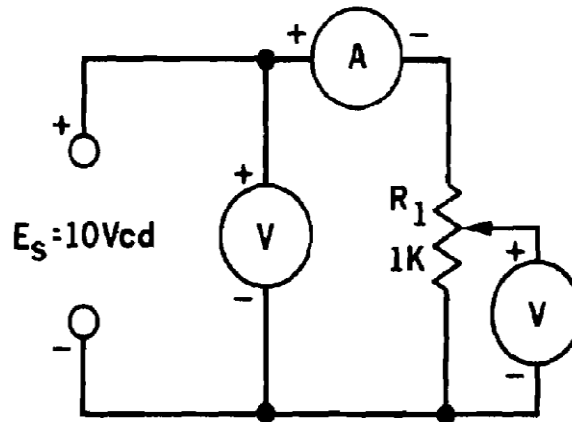

Fig. 15-2
4. Conecte el amperímetro en serie con el circuito del experimento 3, como se muestra en la Fig. 15-2.